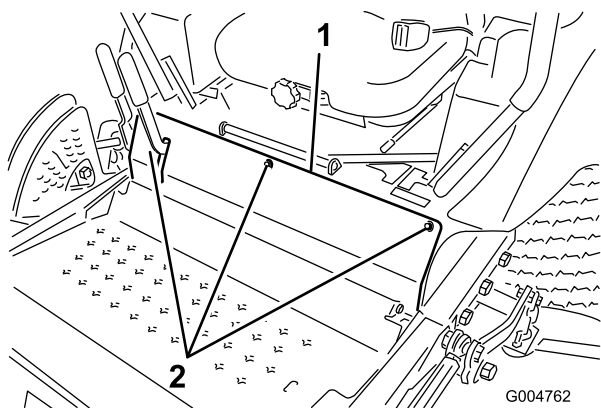

図 65
3. 前パネルを止めているボルトを外して前パネルを外す(図 65)。